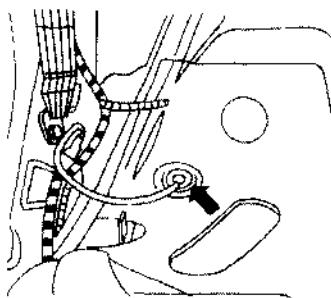
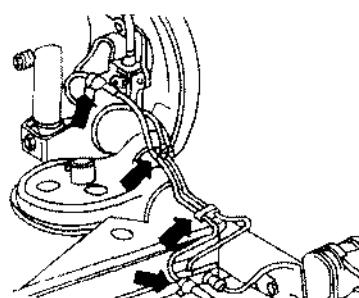

图 7.36 拔下转速传感器导线插头
图 7.37 从固定夹上拆下转速传感器导线
① 从锁止机构上抬起后座椅。
② 如图 7.36 箭头所示, 拔下转速传感器导线插头, 压出套管。
③ 举升轿车。
④ 从固定夹上拆下图 7.37 箭头所指的转速传感器导线。